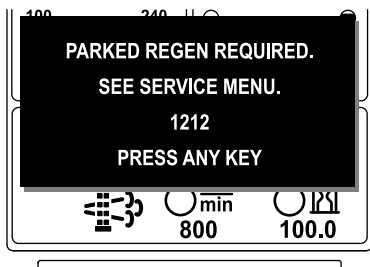

Figura 47
- Parked regeneration required (Es necesaria una regeneración con la máquina aparcada) ADVISORY #1212 (Aviso n.º 188) (Figura 47)